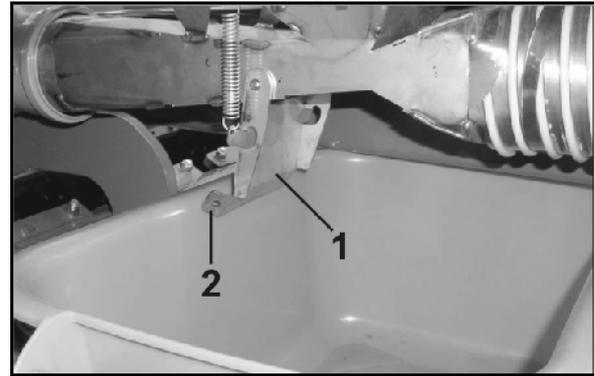

Fig. 123
- Injektorschleusenklappe (Fig. 123/1) öffnen, damit das Saatgut / der Dünger in die Abdrehwanne fließen kann.
**Injektorschleusenklappe nur an der Lasche (Fig. 123/2) anfassen, sonst besteht Verletzungsgefahr beim Zuschlagen der federbelasteten Klappe.**